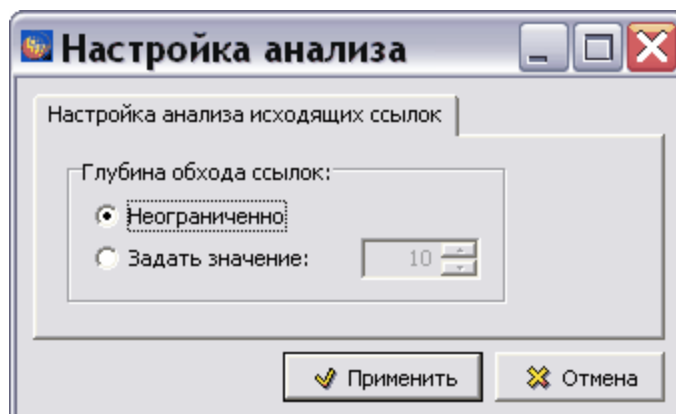

Рис. 21.112
4. Нажмите на кнопку **Применить**. После этого появится окно **Настройка анализа** (Рис. 21.112).